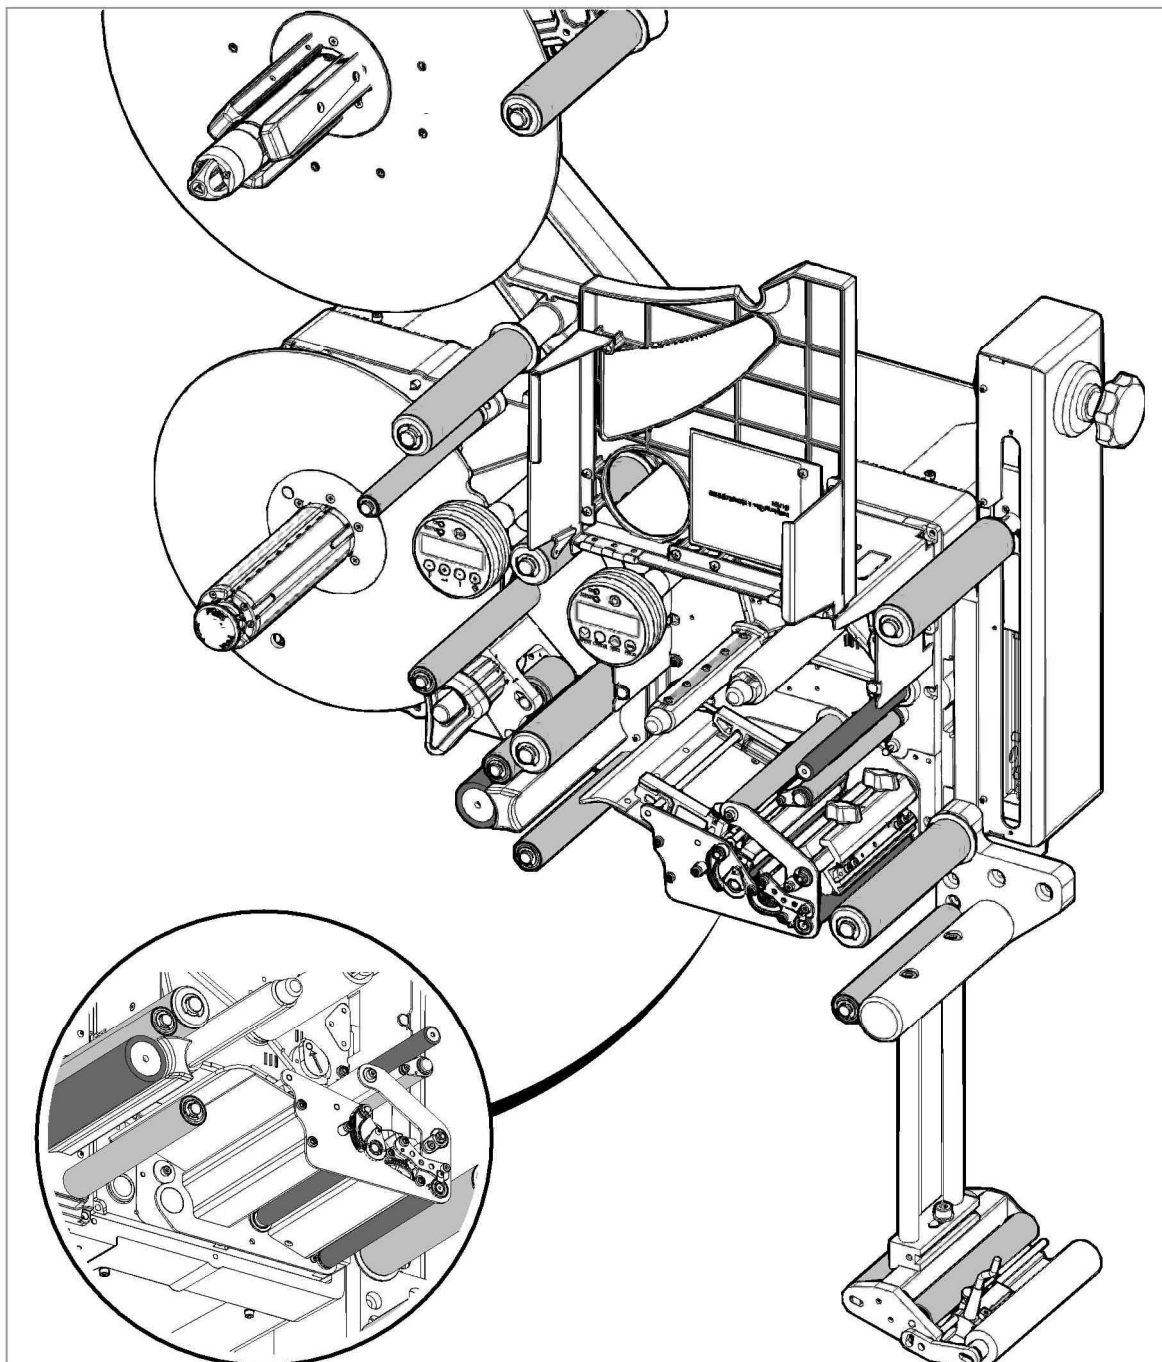

Рис. 17. Резиновые валы (выделены темно-серым) и металлические направляющие валики (выделены светло-серым) в ALX 73x
- Протрите направляющие валы (Рис. 17) не оставляющей ворса тканью, смоченной в растворителе.